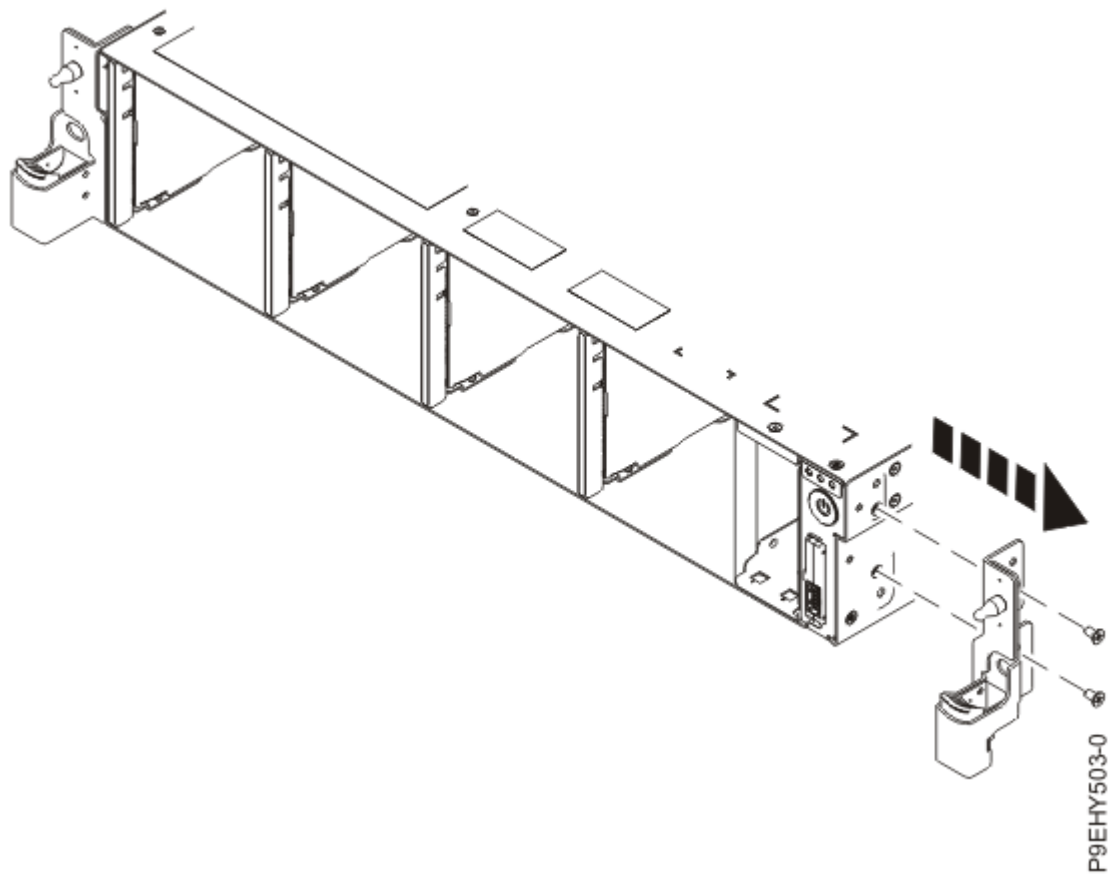

Figure 169. Retrait du support d'installation en armoire
6. Retirez le support d'installation en armoire du côté du système, comme illustré dans la Figure 169, à la page 188.